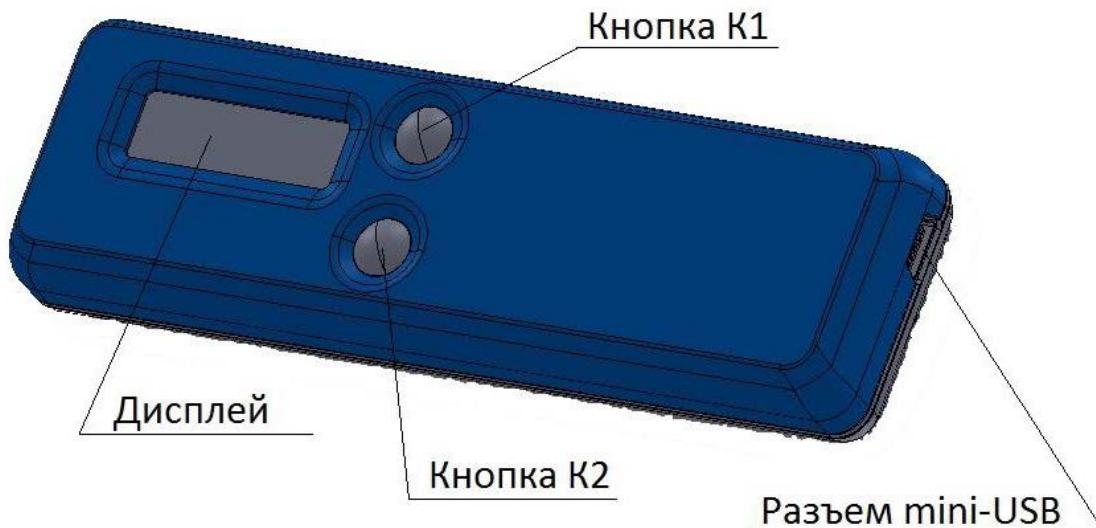

Рисунок 1 – Общий вид дозиметра
На корпусе дозиметра (рисунок 1) расположены:
2.2.1. Для того чтобы включить дозиметр, необходимо нажать и удерживать в течение 5 с кнопку K1 (рисунок 1). Если включения не произошло, нужно произвести зарядку аккумулятора в соответствии с п.2.2.2. После включения дозиметр начинает процесс измерения и первый оценочный результат появится не позже 20 сек.